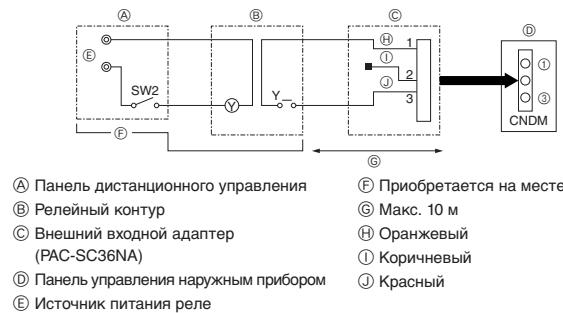

Fig. 9-2
- ① При использовании внешнего входного адаптера (PAC-SC36NA) (поставляется отдельно) дополните электросхему как показано ниже.
9.2. Функция по запросу (модификация на месте) **(Fig. 9-2)**